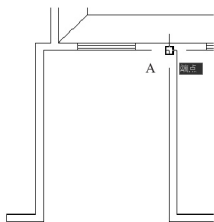
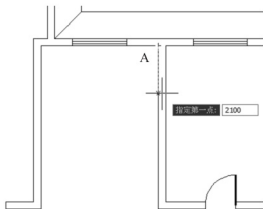

图 2.108 捕捉 A 点
图 2.109 轻轻地垂直向下拖动鼠标
(1) 将【楼梯】图层设置为当前层。
(2) 执行菜单栏中的【绘图】|【直线】命令，并且打开【正交】、【对象捕捉】和【对象追踪】功能。
① **在指定第一点：**提示下，捕捉楼梯间阴角点 A 点（图 2.108），不单击，然后将光标轻轻地垂直向下拖动，输入“2100”（图 2.109）后按 Enter 键。这样就利用【对象追踪】命令将直线的起点绘制在离 A 点垂直向下 2100mm 处。